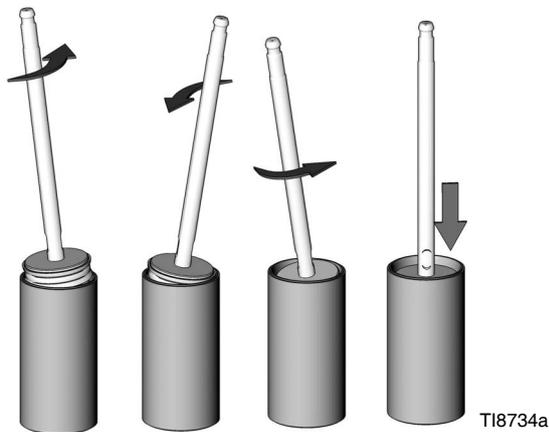

FIG. 9. Installare il pistone nel cilindro
6. Lubrificare la parte interna del cilindro (1). Fare scorrere il gruppo del pistone nel cilindro (1). Ruotare il gruppo pistone come illustrato in FIG. 9.